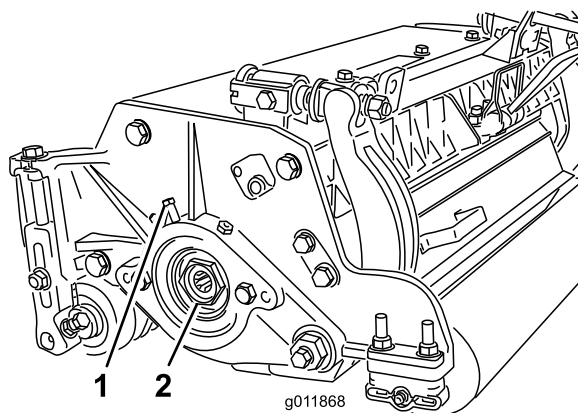

図 28
- A. カッティングユニットの左側にあるベアリング・ハウジングにベアリング調整ナットを固定している固定ネジをゆるめる（図 28）。